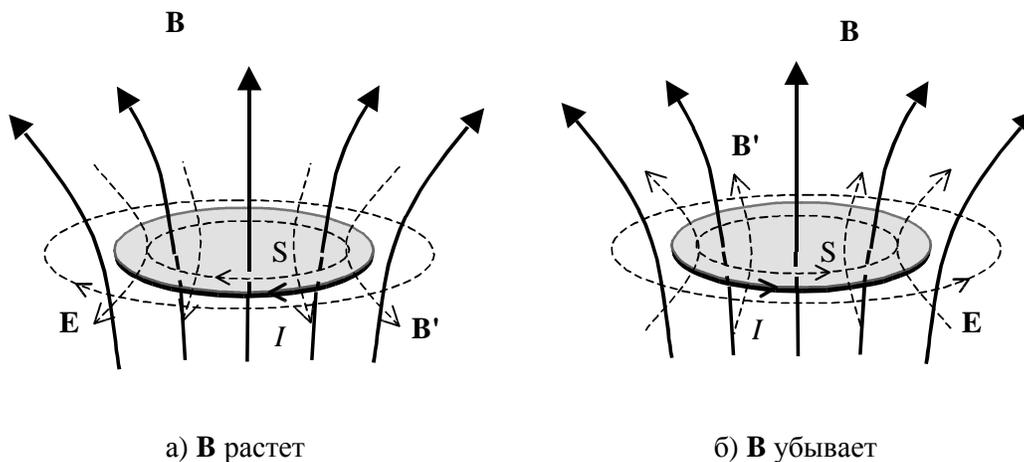

Рис. 2
Найдем направление тока индукции в контуре. Рассмотрим рис. 2. Так
как ток течет по направлению поля  $\mathbf{E}$ , то согласно формуле (2), при увеличении магнитного потока ( $d\Phi/dt > 0$ ), ток будет течь по часовой стрелке, если смотреть с конца вектора  $\mathbf{B}$  (рис. 2 а). Но в этом случае магнитное поле, которое порождает сам этот ток  $\mathbf{B}'$ , будет направлено в сторону, противоположную внешнему магнитному полю, уменьшает его и компенсирует увеличение магнитного потока. При уменьшении магнитного потока ( $d\Phi/dt < 0$ ) меняется направление электрического поля  $\mathbf{E}$  и ток индукции будет течь против часовой стрелки (рис. 2 б). Собственное магнитное поле тока индукции  $\mathbf{B}'$  в этом случае будет направлено в сторону внешнего поля, увеличивает его и тем самым компенсирует